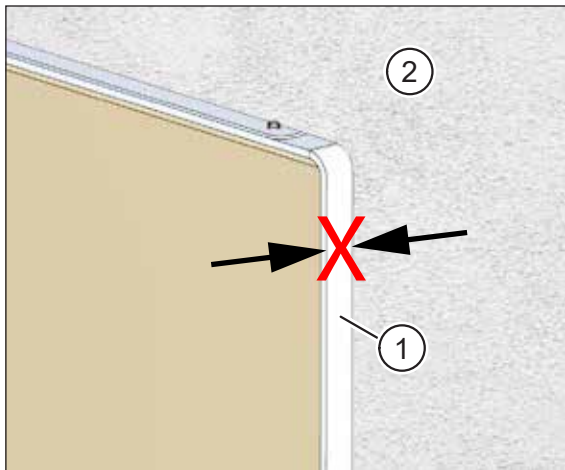

Abb. 59: Putzrahmen darf keinesfalls über die Verkleidung hinausragen
- Der Putzrahmen darf keinesfalls über die spätere Innenwandverkleidung hinausragen (siehe Abb. 59 auf Seite 49). Anderenfalls entsteht ein unschöner Spalt zwischen dem Putzrahmen und der Geräteabdeckung (Abdeckung U2).
- Der Putzrahmen (Pos. 1 in Abb. 59) darf keinesfalls über die Gipskartonplatte (Pos. 2 in Abb. 59) hinausragen.